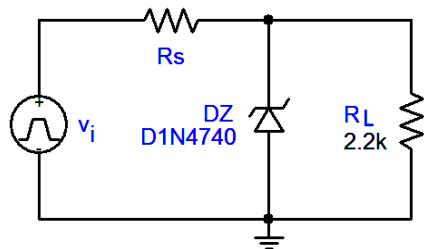
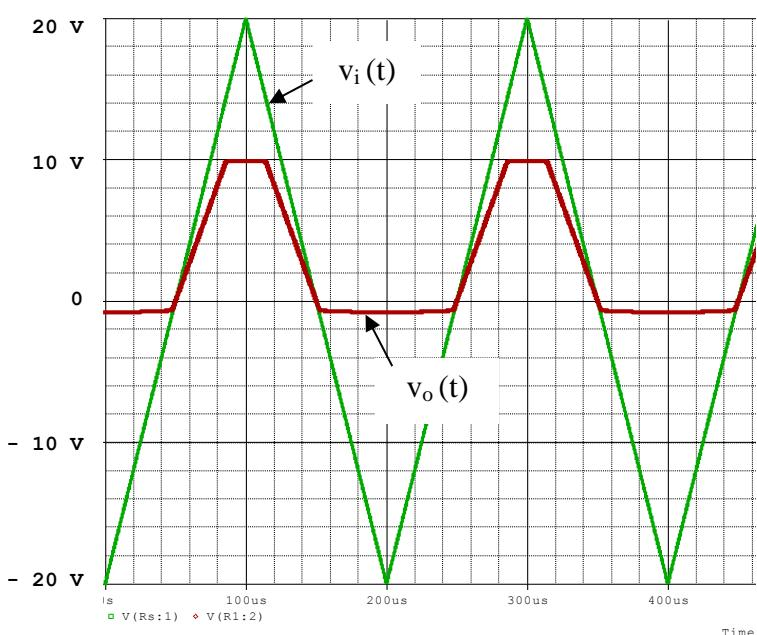

Figura 8.
Figura 9.
**Questão 10** – Um regulador zener (Figura 8) tem as formas de onda de entrada e de saída apresentadas na Figura 9. Se a tensão mínima de entrada que dispara o zener é de 14,54 V, qual será o valor aproximado de  $R_s$ ?